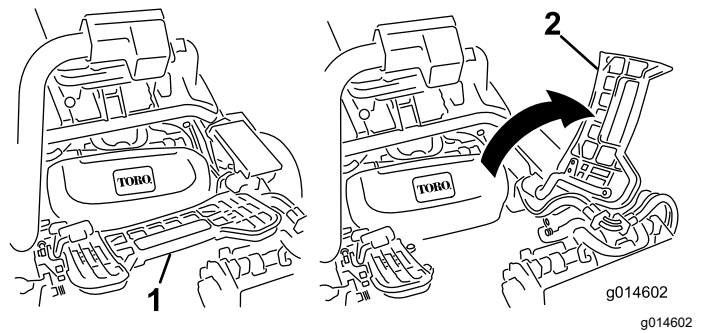

Figure 62
2. Relevez le repose-pieds pour accéder à la position de l'unité de coupe centrale (Figure 62).